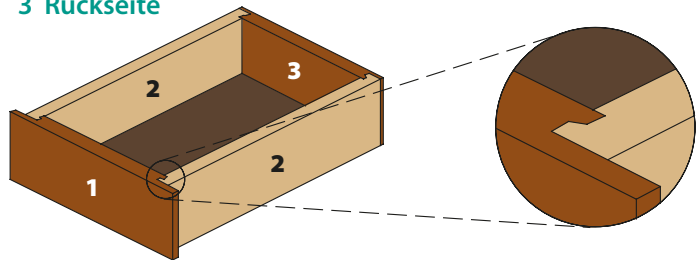

Abbildung 1: Frontteil mit seitlichem Überhang
- Bei Frontteilen mit seitlichem Überhang (Abb.1) fräsen Sie zuerst dieses.